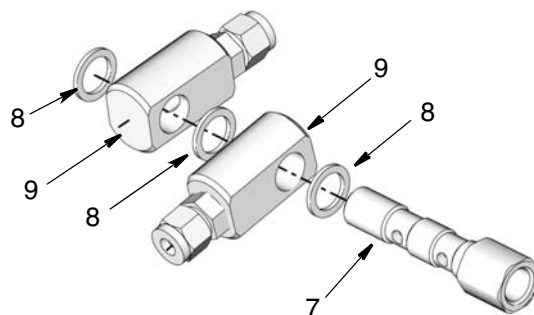

FIG. 7
6. Coloque una arandela (8) sobre e extremo del perno banjo doble (7). A continuación, instale el adaptador bajo (9) en el perno. Instale otra arandela (8) seguida de otro adaptador banjo (9) y luego una arandela más (8) en la orientación mostrada en FIG. 7.